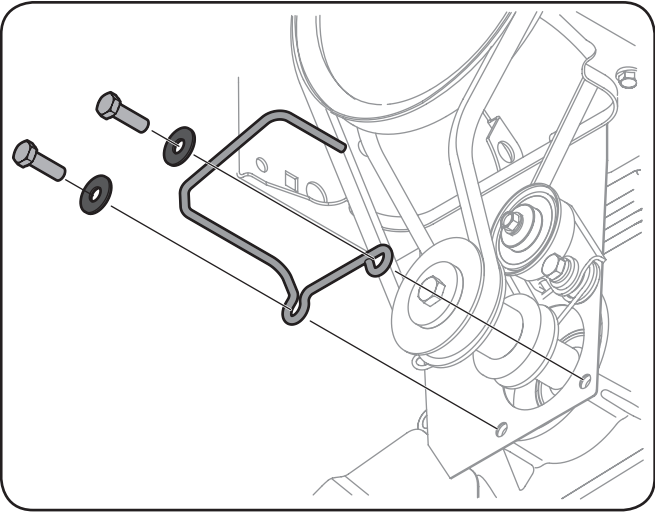

Figure 7-2
- 3. Si votre modèle est équipé d'un guide-courroie de fil, de rondelles et de boulons hexagonaux, comme illustré à la Figure 7-2, desserrez-les et retirez-les.